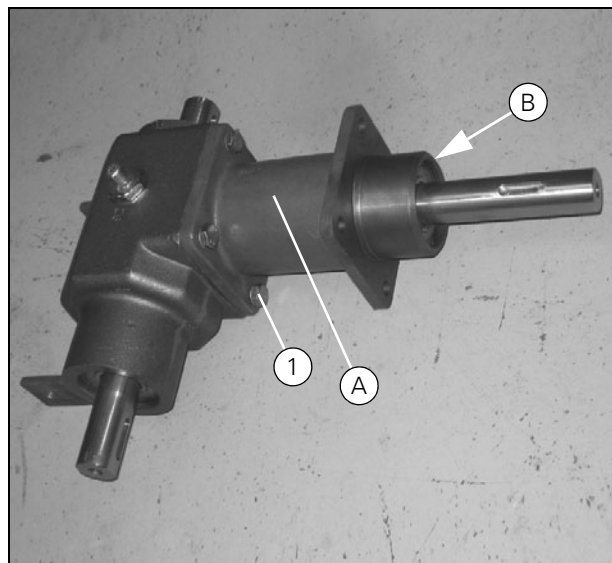
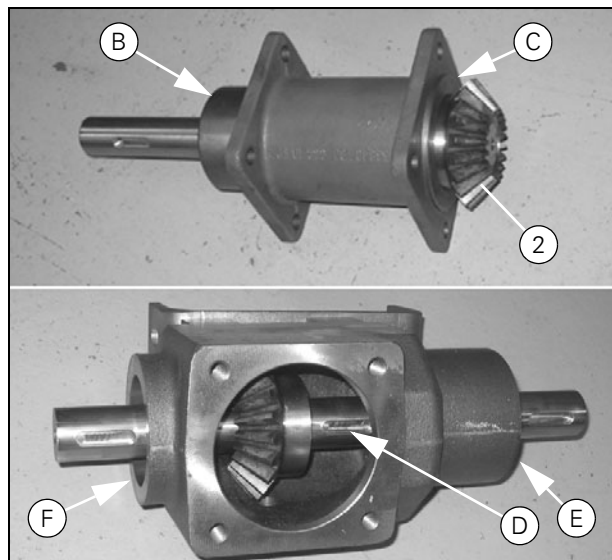

Рисунок 21
Рисунок 22
- Установите зубчатое колесо на вал перед запрессовкой вала в корпус редуктора (Рис. 22).
- После запрессовки вала в корпус, установите прокладку (G) и шпонку (H) перед закреплением колеса на валу.
- При помощи двух керней (J) зафиксируйте зубчатое колесо во избежание проскальзывания при сборке стакана и корпуса редуктора.
- После сборки стакана и корпуса проверьте боковой зазор в передаче: Зафиксируйте вал (K). Закрепите на конце вала (L) пластину такой длины, чтобы ее конец находился на одной линии с краем стакана, как показано на рисунке. Перемещение должно быть в пределах $6 + 2/-0$ мм. При необходимости отрегулируйте боковой зазор передачи прокладками (G).
- Снова снимите стакан (A) (Рис. 21) и заложите в него 0,5 кг трансмиссионной консистентной смазки STATOIL Fibreway EP0 или ее аналога. Нанесите жидкий герметик между стаканом и корпусом редуктора (M). Выполните сборку так, чтобы пазы на концах валов (N) были расположены под углом 90° друг к другу.